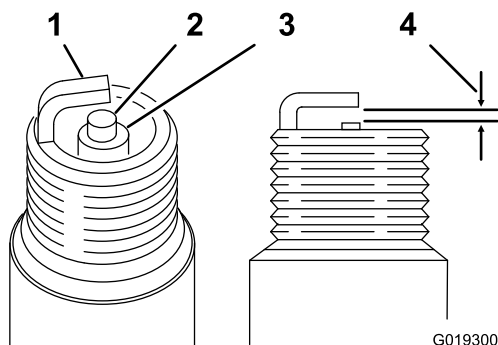

Figura 28
3. Verificate che la distanza fra gli elettrodi sia corretta (Figura 28).